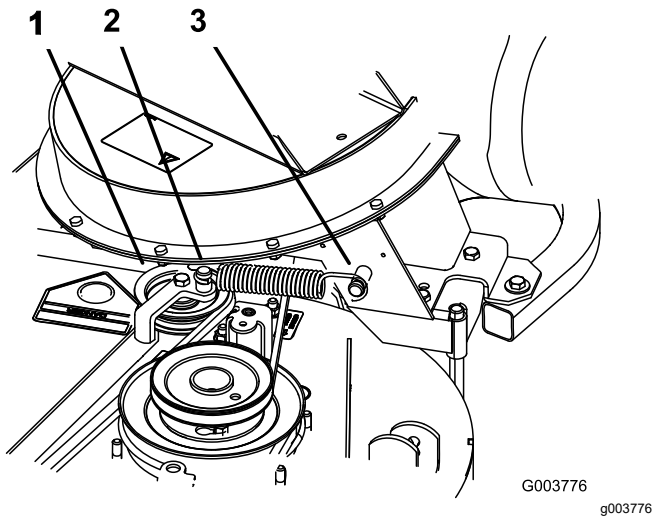

Figure 44
8. Montez le ressort comme montré à la Figure 44.